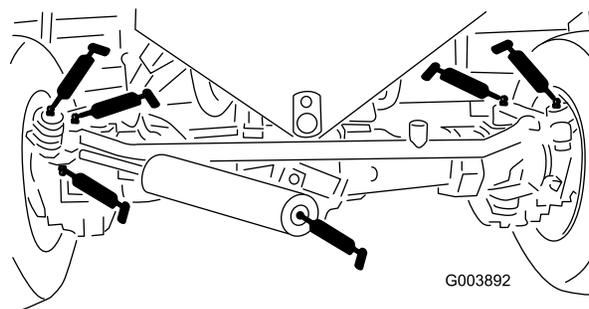

Figura 45
- 2 raccordi sul tirante del ponte posteriore (Figura 45)
- 2 raccordi sui giunti sferici del cilindro di sterzo (Figura 45)
- 2 raccordi sui perni sterzanti del ponte (Figura 45)
- 2 raccordi sul perno del ponte posteriore (Figura 45)